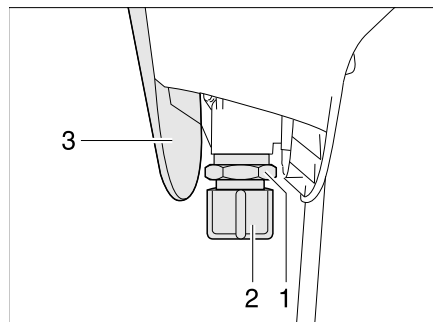

Bild 168 Ventil Vakuum-Toilette
- Abdeckung (Bild 168,3) entfernen.
- Verschlusskappe (Bild 168,2) abschrauben.
- Geeignetes Gefäß unter das Ventil (Bild 168,1) stellen.